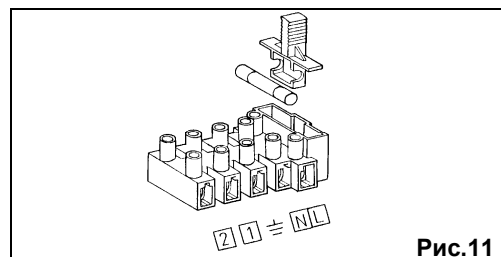

Рис.11
- откройте доступ к клеммам подключения электропитания (рис.11) как описано выше
- удалите перемычку между клеммами (1) и (2)